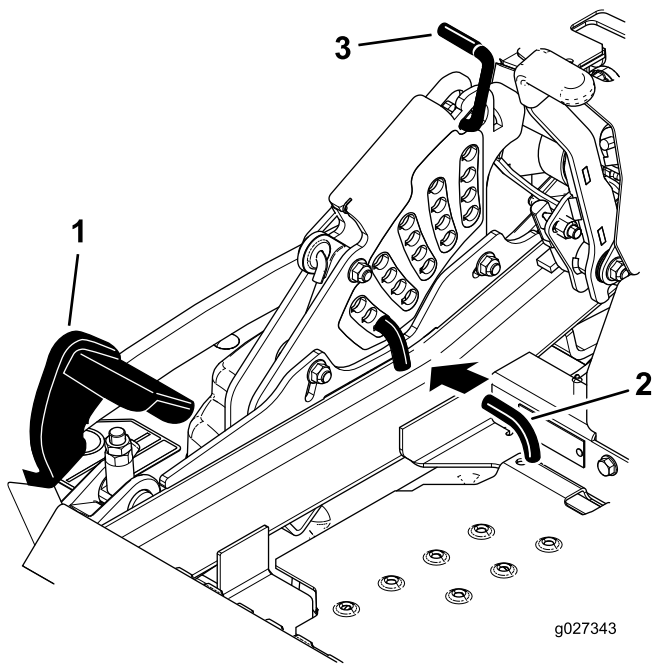

Figura 92
5. Empuje el pedal de elevación de la carcasa hacia delante del todo; la carcasa se enganchará en la posición de transporte de 14 cm (Figura 92).